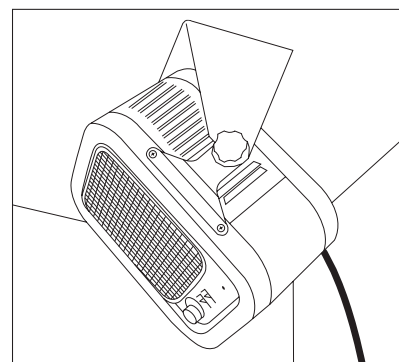

Figura 8
4. Coloque el calentador en el soporte y apriete las perillas. Inclíne hacia abajo la parte superior del calentador aproximadamente unos 30 a 45 grados hacia su zona de trabajo (Vea la Figura 8).